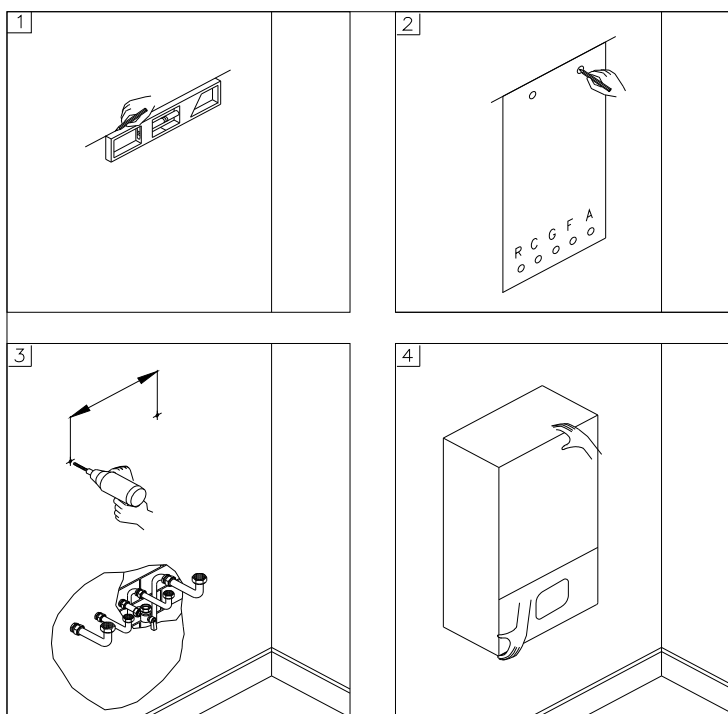

Fig. 2
Pour le montage, procéder comme suit (voir fig. 2) :
- Pour faciliter le montage, la chaudière est équipée d'un kit de raccords hydrauliques (fig. 2).